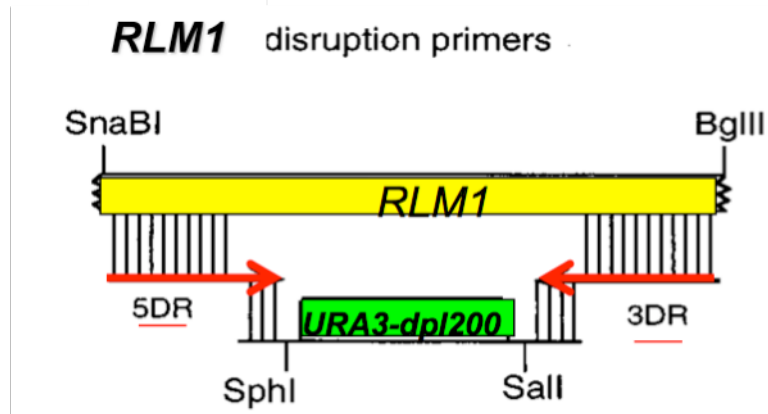

Fig. 3. Esquema da amplificação da “disruption cassette” do gene *RLM1* de *Candida albicans*. Amplicon de 1777bp.
- DNA molde: “disruption cassette” (fig. 3)